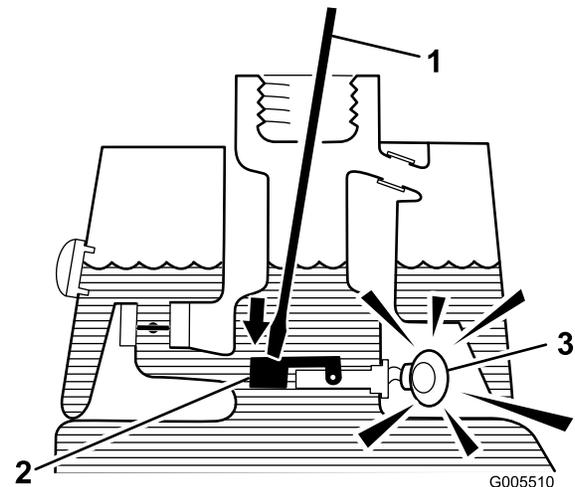

図 31
3. 汚れのない棒やドライバを差し込んで、フロートを軽く押さえてやる図31。秒後にアラームが鳴れば正常である。